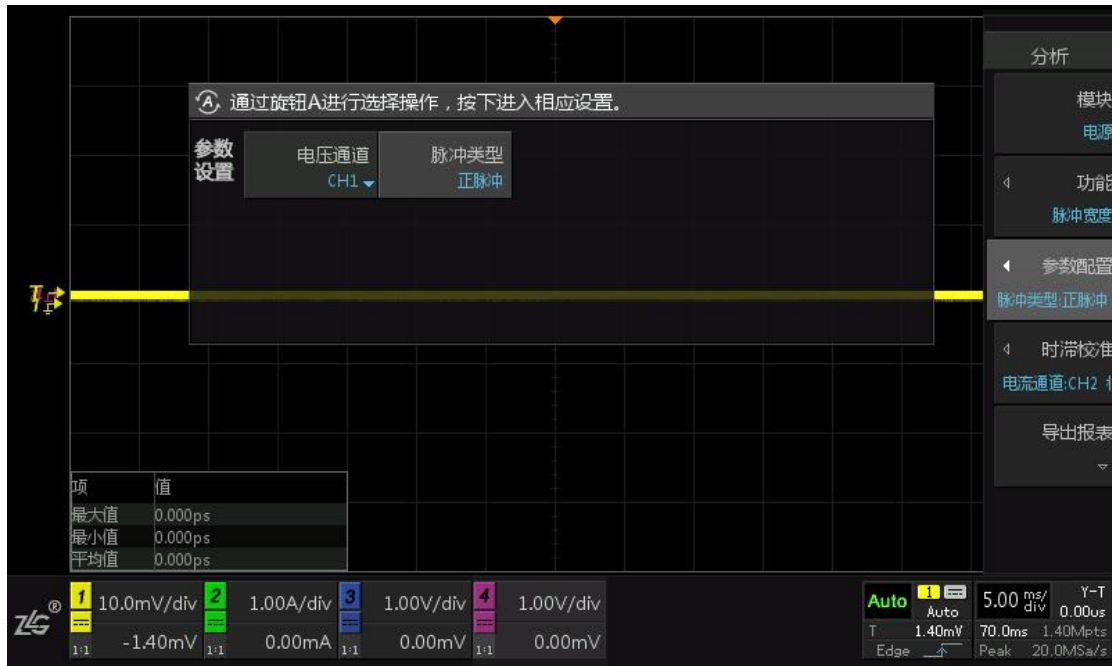

图 7.43 调制分析参数设置
(2)、调节好电压探头的探头比率后，点击【Analyze】进入电源分析测试界面，在【功能】中选择【脉冲分析】/【安占空比】/【周期】/【频率】/【上升/下降时间】，点击【参数配置】进入参数设置界面，如下图 7.43 所示